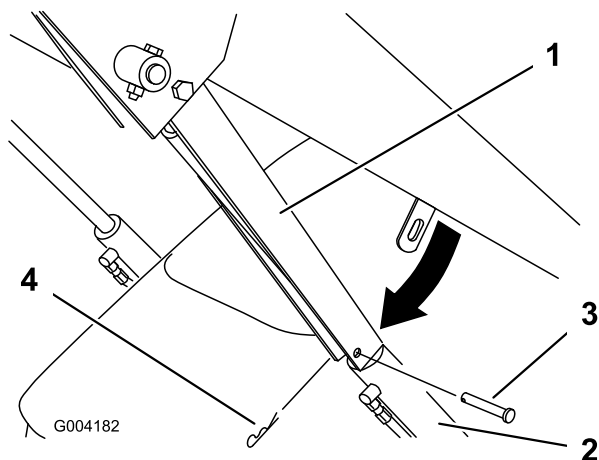

Figura 17
4. Retire la chaveta y el pasador que fijan el bloqueo del cilindro al brazo de carga (Figura 17).
5. Baje el bloqueo del cilindro sobre la barra del cilindro y fíjelo con el pasador y la chaveta (Figura 17).